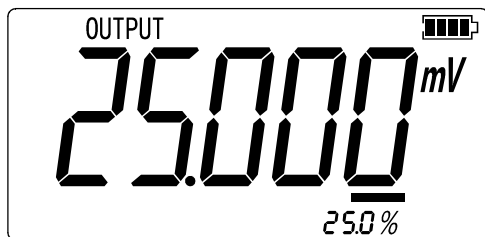

图 2.1-6
11. 按 $\boxed{\uparrow 25\%}$ 或 $\boxed{\downarrow 25\%}$ 以 25% 的步进量使输出在 0% 和 100% 之间增加或减少，界面如图 2.1-6 所示。